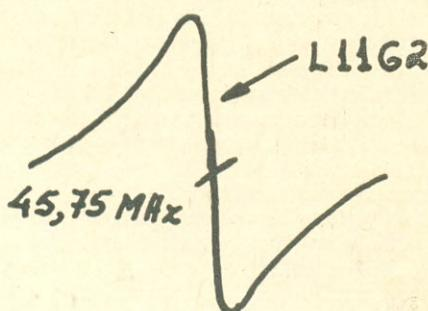

FIG. 2
- 6 — Ajuste novamente a bobina L1162 para que a curva fique igual à da Fig. 2.